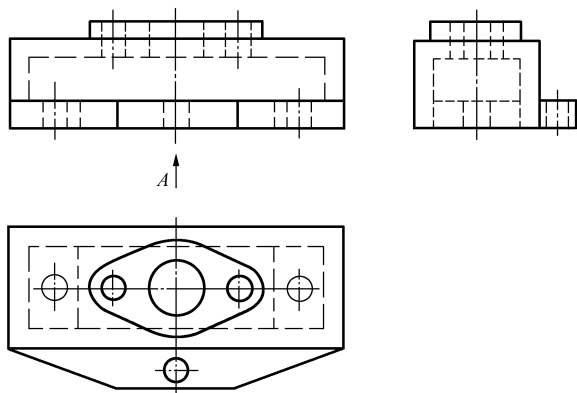

图 29
29. 根据主视图、俯视图、左视图（图 29），补画 A 向视图。